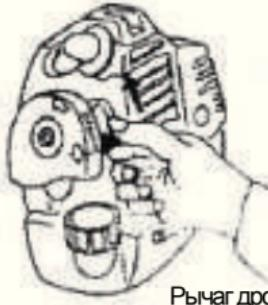

Рис.9
- Поверните рычаг дросселя вверх (когда двигатель холодный), чтобы перекрыть поступления воздуха в карбюратор (рис.9).